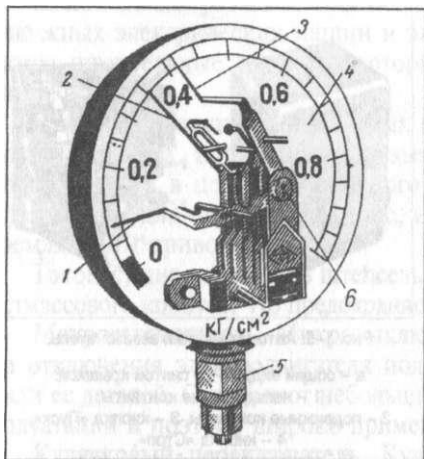

Рис. 1-6. Электроконтактный манометр.
**Электроконтактный манометр (рис. 1-6)** служит для контроля и автоматического поддержания давления в пароводяной рубашке пищеварительных котлов.